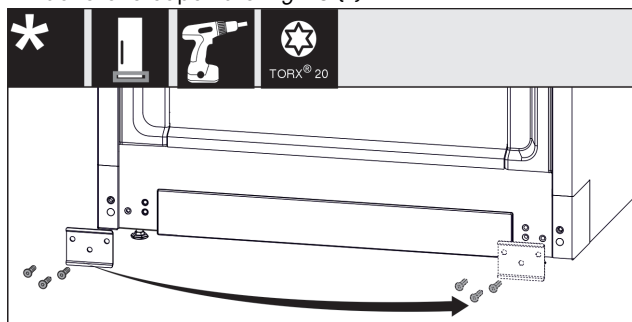

Fig. 19
- Svitare la lamiera Fig. 19 (1), girarla sull'altro lato e riavvitare.